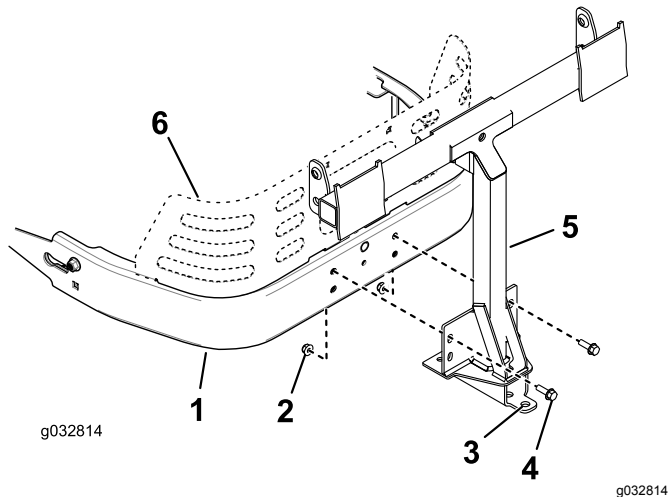

Figure 15
1. Montez le cadre pivotant sur le cadre de la machine comme montré à la Figure 15. Fixez le cadre pivotant à la machine au moyen de 2 boulons (5/16" x 1") et 2 contre-écrous (5/16").